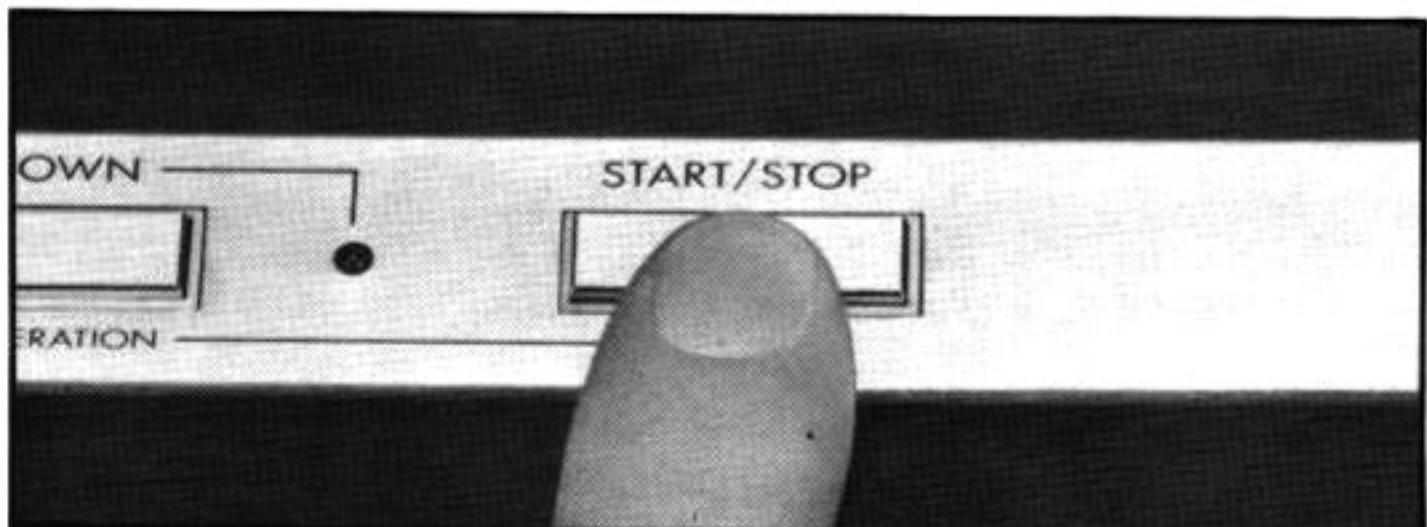

Fig. 24 Abb. 24
5. Press the START/STOP switch gently, the turntable starts to rotate, (upon reaching optimum rpm, the QUARTZ LOCK indicator lights) the tonearm will automatically lead-in and start to play. (Fig. 24)
5. Drücken Sie den Start/Stop-Schalter (START/STOP), der Plattenteller beginnt sich dann zu drehen. (Beim Erreichen der optimalen Umdrehungsgeschwindigkeit leuchtet die Anzeige für Quartzverriegelung (QUARTZ LOCK) auf.) Der Tonarm senkt sich automatisch in die Einlaufrille und beginnt mit der Wiedergabe. (Abb. 24)
5. Enfoncer doucement le commutateur START/STOP, le plateau commencera à tourner, (lorsque le plateau atteindra sa vitesse optimum de rotation, l'indicateur QUATZ LOCK s'allumera) le bras de lecture se mettra en place et la lecture commencera. (Fig. 24)